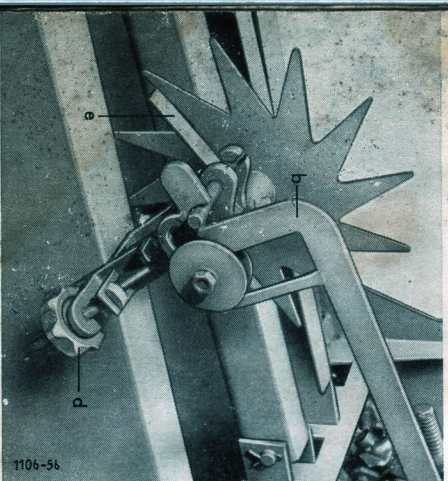

Bild 18
**Binder auslösen** (Bild 18): Zackenrad a in Pfeilrichtung drehen, bis Schalstange b von Transportholle c abspringt:
Binder entsichern (Stellung wie in Bild 18), dann Riemenspannhebel (Bild 25) austasten – die Presse ist jetzt einsatzbereit.